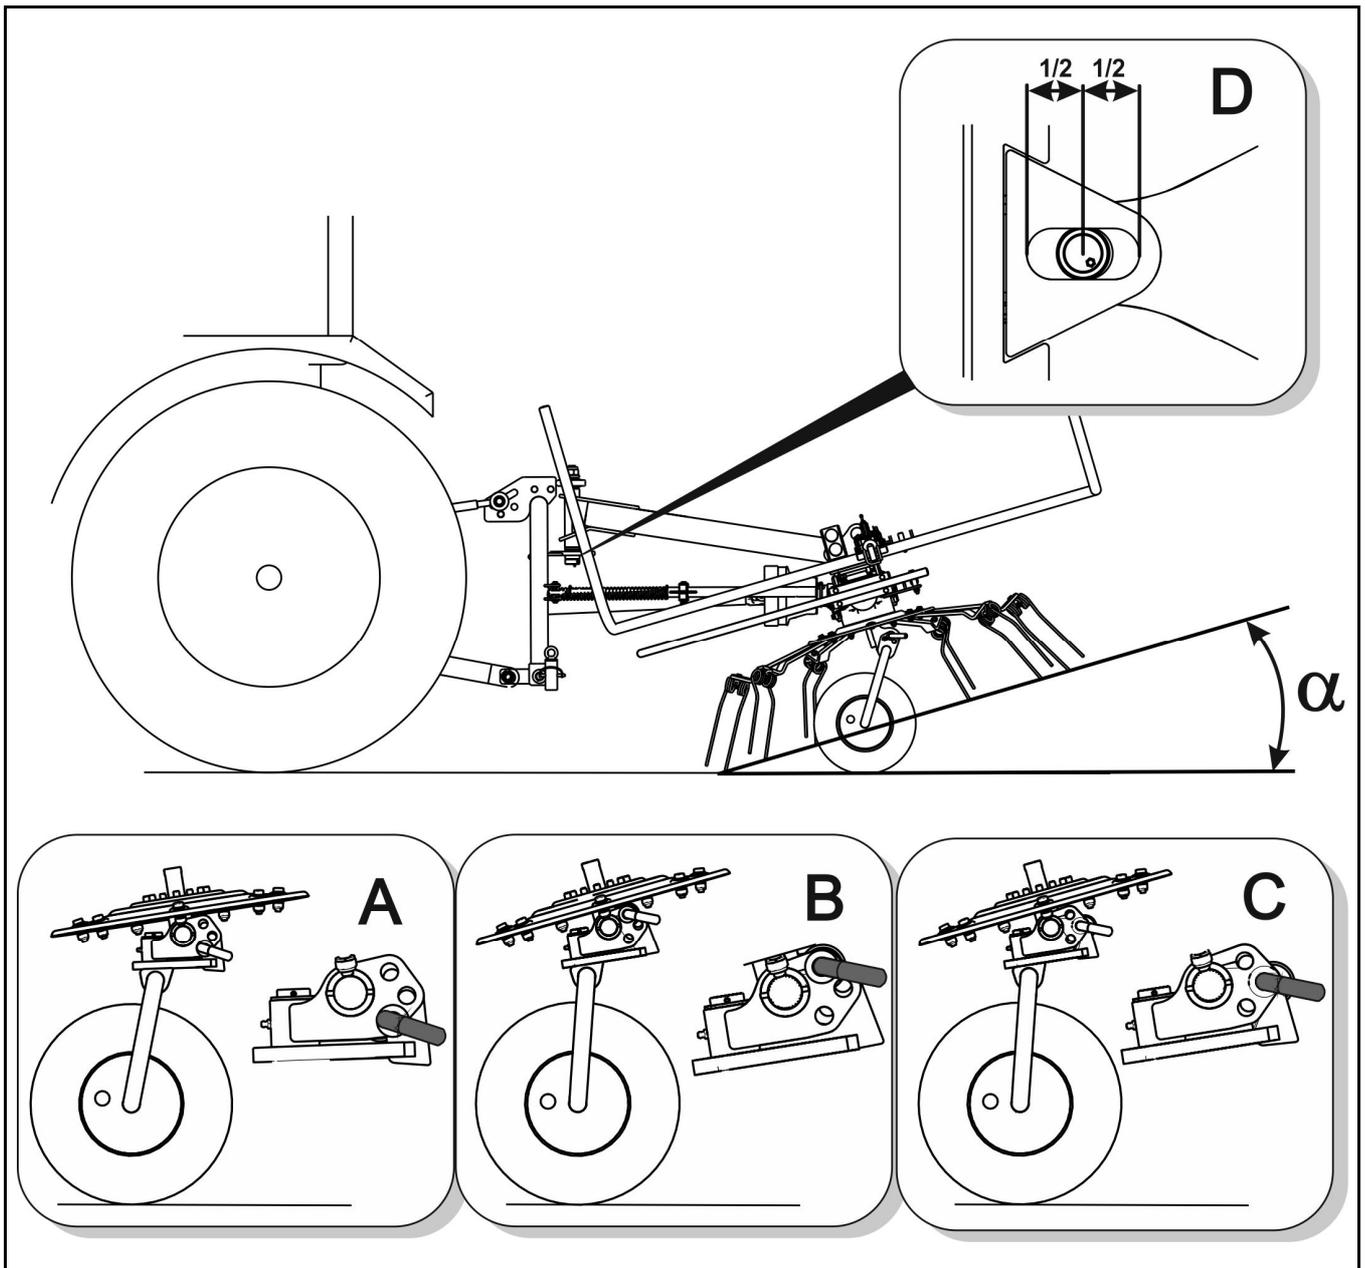

FIGURE 4.5A Travailler avec la faneuse – angle d'inclinaison du carrousel (angle d'épandage)
- régler la hauteur des fourches inférieures de l'ATP du tracteur et ajuster la longueur du dispositif de fixation supérieur de manière à ce que les carrousels basculent vers l'avant, que les doigts à ressort touchent légèrement le sol et que le manchon d'articulation se trouve au milieu du trou allongé D (FIGURE 4.5A).
Après avoir réglé l'attelage trois-points arrière du tracteur, il convient de régler l'angle d'épandage de l'andain (FIGURE 4.5A). Pour ce faire, il faut :